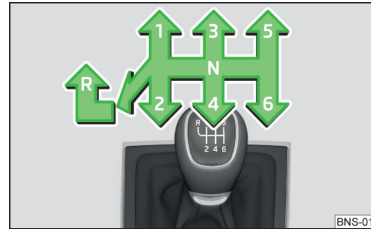

Fig. 256
Le schéma des rapports illustre chaque rapport sur le levier de vitesses » fig. 256.
- Appuyez le levier vers le bas, enclenchez le levier de vitesses entièrement vers la gauche, puis vers l'avant en position **R** » fig. 256.